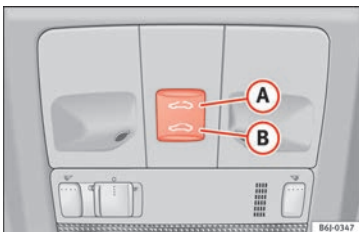

Fig. 9 En el revestimiento interior del techo: mandos del techo panorámico.
- Abrir: pulse una sola vez el botón » » **fig. 9 A**. Si lo mantiene pulsado se abre hasta la posición deseada.
- Cerrar: pulse una sola vez el botón » » **fig. 9 B**. Si lo mantiene pulsado se cierra hasta la posición deseada.